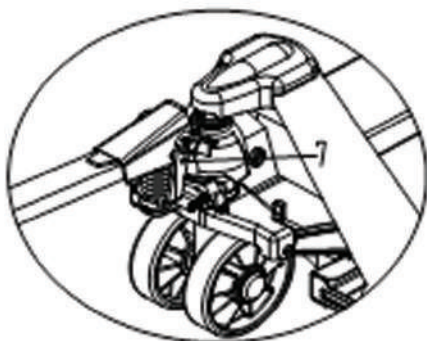

Fig. 3
3.6 Vea la fig.3, gire la palanca a la posición de nivelado, saque el perno 7 y guárdelo con cuidado para el siguiente uso.